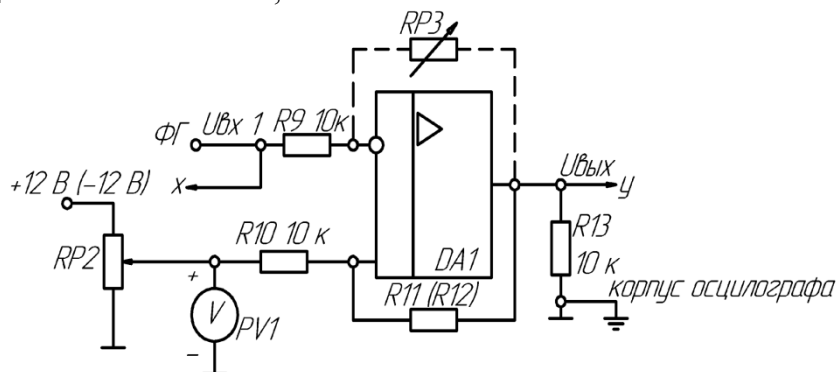

Рисунок 24 - Схема двухвходового компаратора
1) Собрать схему двухвходового компаратора с положительной обратной связью согласно рис. 24. В качестве резистора обратной связи применить переключаемый резистор RP3 (10...200 кОм). В качестве опорного напряжения $U_{оп}$ использовать регулируемое постоянное напряжение. На инвертирующий вход подключить функциональный генератор, используя его в режиме синусоидального сигнала "sin";